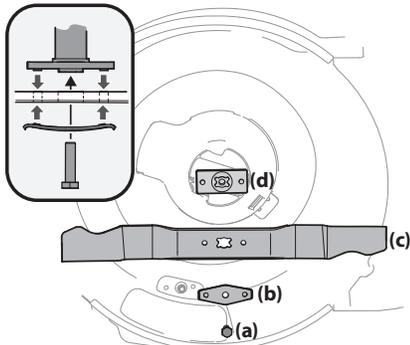

Figure 4-3
3. Retirez le boulon (a) et le support de la lame (b) qui fixent la lame et l'adaptateur au vilebrequin du moteur. Voir Figure 4-3.
4. Retirez la lame (c) et l'adaptateur (d) du vilebrequin. Voir Figure 4-3.
6. Lubrifiez le vilebrequin du moteur et la surface interne de l'adaptateur de la lame avec une huile légère. Placez l'adaptateur (d) sur le vilebrequin. Assurez-vous d'installer la lame avec le côté marqué « Grass side » (ou estampé du numéro de pièce) face au sol. Veillez à ce que la lame soit alignée et bien placée sur les brides de l'adaptateur. Voir l'encadré Figure 4-3.